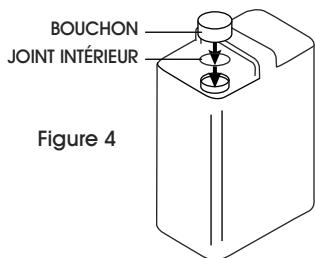

Figure 4
5. Placez les joints à l'intérieur des ouvertures et tapotez-les à l'aide d'un maillet en caoutchouc jusqu'à ce qu'ils soient bien en place. Scellez les contenants en vissant les bouchons sur les ouvertures en appliquant un couple de 1,9 à 2,9 Nm (17 à 26 lb-po). (Voir Figure 4)